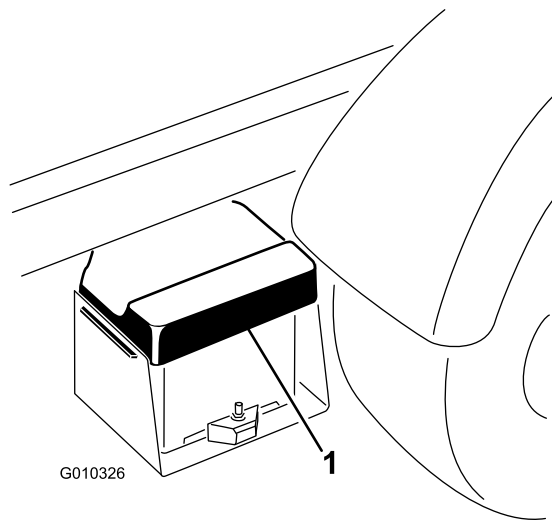

Figure 3
- A. Appuyez sur le couvercle de la batterie pour dégager les pattes de la base de la batterie (Figure 3).
- B. Enlevez le couvercle de la base de la batterie (Figure 3).